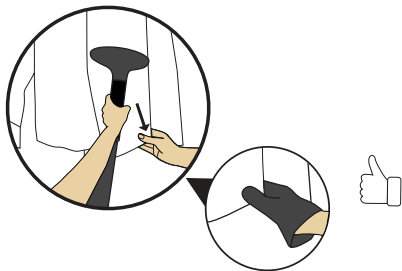

fig.22
- Il est impératif que le vêtement soit tendu pour que le défroissage soit efficace. (fig.22)
Pour ce faire, vous pouvez tendre le tissu en le tirant grâce à votre main libre. (fig.22)